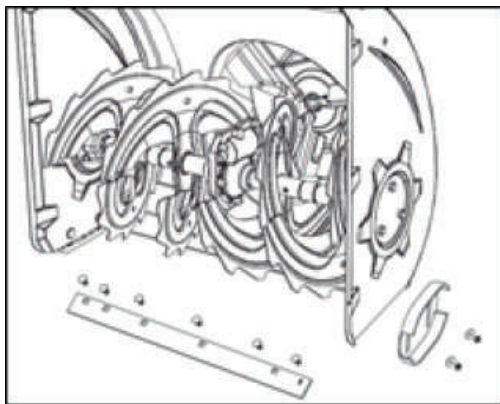

Рис. 23
1. Снимите четыре болта каретки и шестигранные фланцевые гайки, которыми они крепятся к снегоуборщику. См. рисунок 23.
2. Соберите новые полозья с помощью четырех кареточных болтов (по два с каждой стороны) и шестигранных фланцевых гаек. См. рисунок 23.